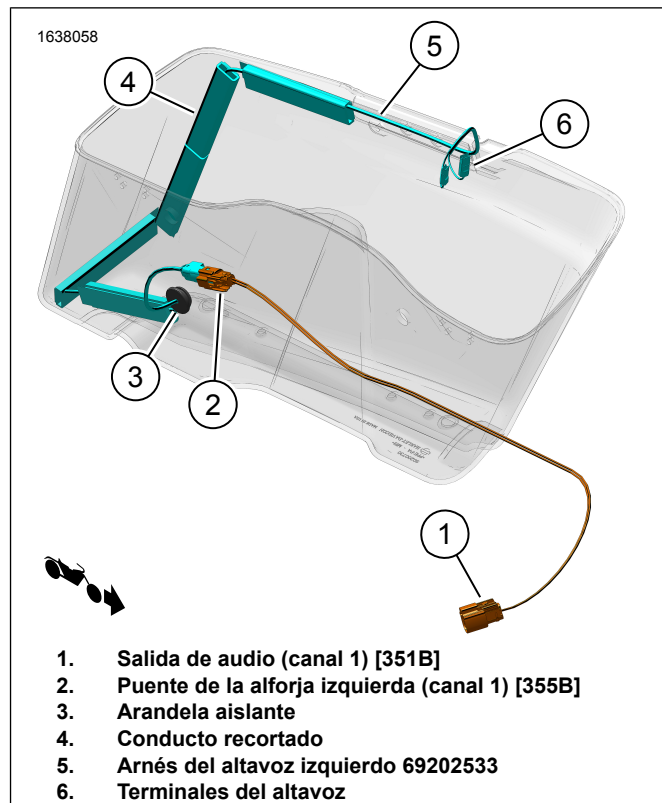
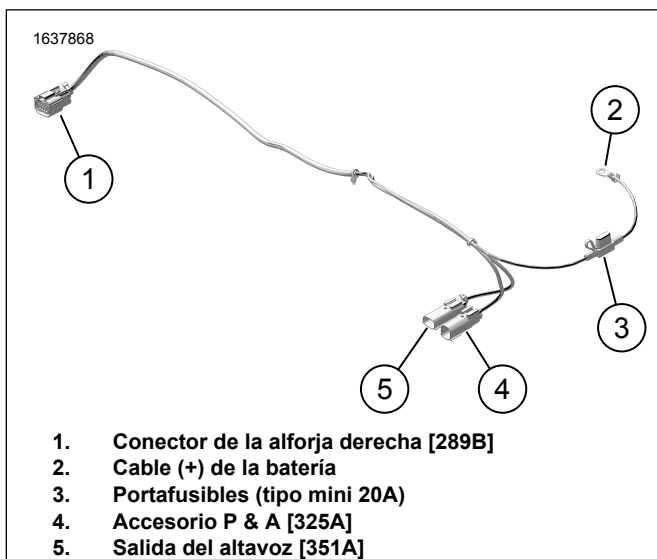
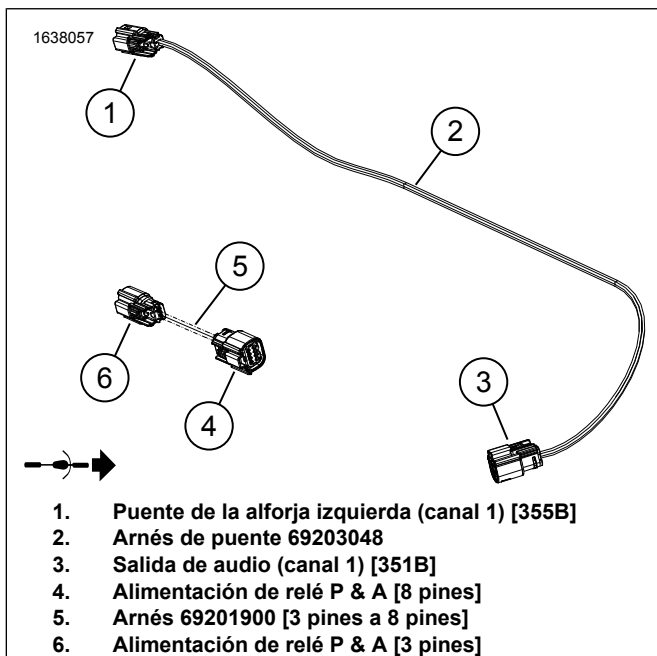

Figura 4. Tendido del arnés de la alforja izquierda
Figura 15. Arnés externo 69202870
Figura 16. Arneses de puente
12. Figura 4 Instale el arnés de cables del altavoz izquierdo.
- b. Figura 4 Tienda el arnés de cables (5) tal como se muestra.
1. Figura 15 Conecte el cable (+) de la batería (2) al terminal (+) de la batería. Consulta el manual de servicio.
- a. Figura 15 Tienda el [325A] (4) al lado izquierdo de la estructura del vehículo.
- b. Figura 16 Conecte [3 pines] (6) del arnés de puente (5) a [325A] (4) del arnés externo 69202870. Figura 15
- a. Tienda el [325A] (4) al lado derecho de la estructura del vehículo.
- b. Figura 15 Conecte [325A] al conector P & A del vehículo [325B]. Ubicado debajo del área de la cubierta lateral derecha.
4. Figura 15 Tienda el ramal [289B] (1) del arnés externo a lo largo de la estructura y el soporte de la riostra del guardabarros. Instale el arnés en los puntos de anclaje con correas de cables, sin apretarlo. No ajuste las correas de cables.
8. Figura 16 Tienda e instale el arnés de puente 69203048 (2).
- a. Figura 16 Conecte [355B] (1) del arnés de puente (2) al arnés del altavoz de la alforja izquierda (5). Figura 4
- c. Figura 16 Tienda [351B] (3) en el arnés de puente 69203048 (2) hacia [351A] (5) en el arnés externo 69202870. Figura 15
10. Figura 1 Instale un fusible de 20 amperios (18) en el portafusibles del arnés externo (3). Figura 15
- a. Conecte [360LA] a la izquierda (L).
- b. Conecte [360RA] a la derecha (R).
4. Figura 15 Conecte a [351A] (5).